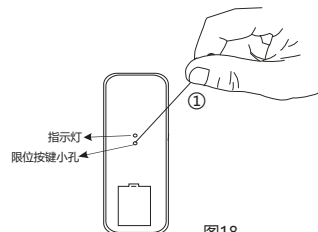

图18
- 用一根小回形针或小圆针，插入遥控器背面升降架电子定位设置键孔（如图18），按下升降架电子定位设置键后，红蓝色发光二极管点亮，再按升降架下行键，此时，待升降架下降到合适的位置后按下遥控器停止键（如图19），再按下降键电子定位设置键，红蓝发光二极管熄灭，此时升降架上下运动一下，升降架电子下限位设置完成。